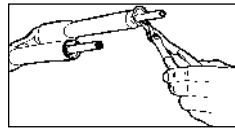

Fig. 8
- Retirez les anneaux élastiques du bas des tubes supérieurs avec des pinces à bout fin pour anneau élastique interne (see Fig. 8).